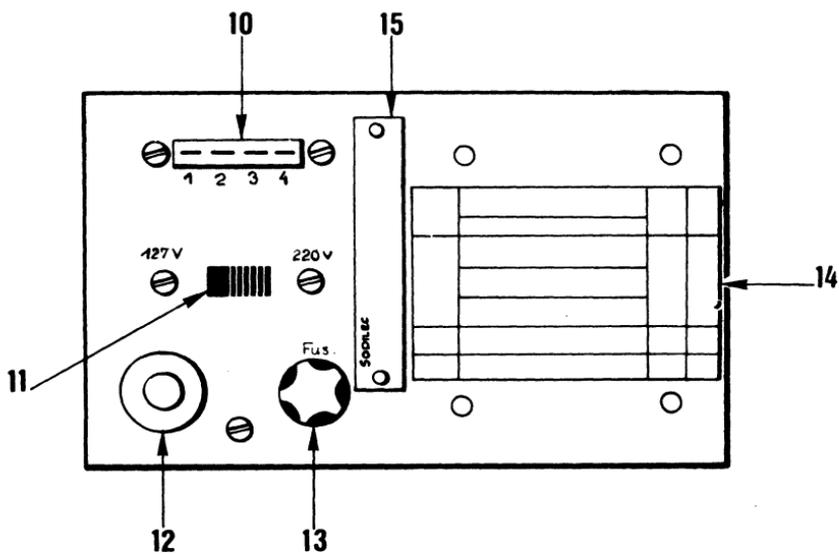

Fig. 2
III-2 Face arrière (Fig. 2)
- 1 - Vérifier la tension secteur 127 ou 220 volts. Avant de relier le cordon de l'alimentation au réseau, s'assurer que la position du répartiteur secteur (11), situé sur la face arrière correspond à la tension du réseau. En 127 volts pousser l'inverseur (11) vers l'inscription 127 V. En 220 volts pousser l'inverseur vers 220 V.
- 2 - Relier le cordon secteur (12) au réseau ; l'interrupteur étant sur la position arrêt.
- 3 - Avant de mettre l'appareil sous tension, vérifier le branchement de la barrette (10) en se référant aux instructions figurant au tableau d'interconnexion (14) Voir fig. 2.
- 4 - Placer l'interrupteur sur la position M, le voyant (3) doit s'allumer ; sinon vérifier le fusible (13).